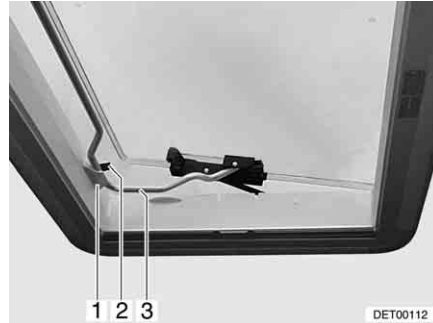

Bild 76 Heki-Dachhaube in Lüftungsstellung 2
- Bügel (Bild 76,3) in die Halterung (Bild 76,1) einlegen.
- Hebel (Bild 76,2) über den Bügel legen.